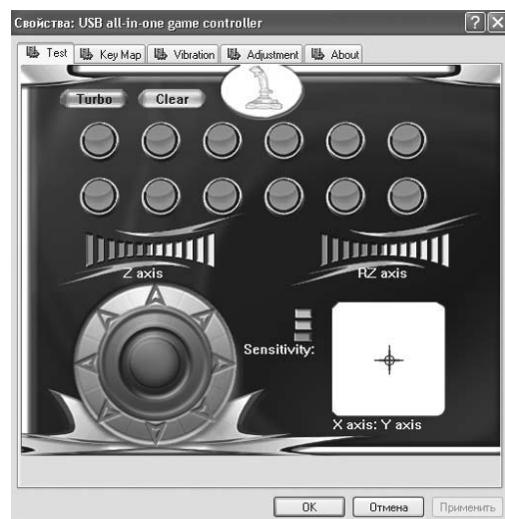

Рис. 5
- Нажмите на кнопку «Свойства» для того, чтобы протестировать (проверить) функционирование всех функций и элементов управления устройства. Откроется окно «Свойства: USB all-in-one game controller» и первая закладка «Test» (см. рис. 5).
- Функция Turbo. Кликните «Turbo» в интерфейсе ПК (рис. 5), засветится слово «Turbo». Кликните соответствующую числовую кнопку, которой вы хотите присвоить функцию Turbo, и кромка кнопки станет белой. Если вы нажмете кнопку на джойстике, соответствующая кнопка интерфейса ПК засветится, настройка
- Направления движения с помощью миниджойстика. Наклоняя рукоятку манипулятора ④ при нажатой кнопке 4-позиционного миниджойстика ① вперед, назад, влево и вправо, соответствующий блок оси X/Y будет синхронно изменяться. Крестик в прямоугольнике «X axis; Y axis» будет перемещаться в соответствии с наклонами рукоятки.
• Регулятор газа. При повороте регулятора газа ⑥ влево и вправо соответствующий блок оси Z будет синхронно изменяться. Шкала «Z axis» постепенно, деление за делением, будет закрашиваться в зеленый цвет.
• Мини-джойстик. Вращайте мини-джойстик ① в разных направлениях, чтобы проверить соответствие поворотов в 8 направлениях, что будет отображаться на круге с восемью стрелками в левом нижнем углу интерфейса ПК (см. рис. 5).